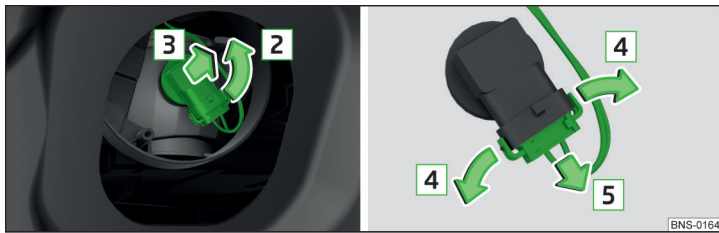

Fig. 376 Remplacement de l'ampoule du feu de l'antibrouillard
- Tournez la douille avec l'ampoule jusqu'à la butée dans le sens de la flèche **2** » fig. 376.